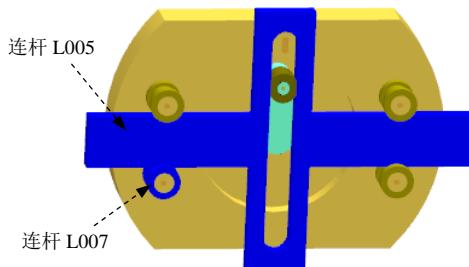

图 10.1.15 定义 3D 接触 1
(1) 选择下拉菜单 **插入(S)** → **连接器(N)** → **3D 接触...** 命令, 系统弹出“3D 接触”对话框。
(2) 定义接触连杆。单击“3D 接触”对话框中的**操作** 区域下 **\*选择体 (0)** 按钮, 然后选取图 10.1.15 所示的连杆 L005; 单击“3D 接触”对话框中的**基本** 区域下 **\*选择体 (0)** 按钮, 然后选取图 10.1.15 所示的连杆 L007。
(3) 定义接触类型。在“3D 接触”对话框**参数** 区域下**类型** 的下拉列表中选取类型为**实体**, 其余参数接受系统默认。
(4) 单击 **应用** 按钮, 完成 3D 接触 1 的定义。